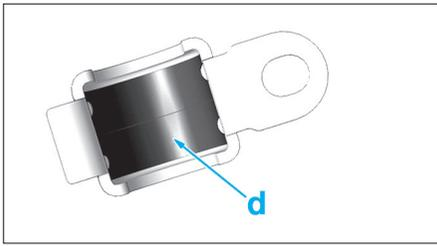

Fig. 19
- Appliquer de la pâte type "REMA PM600" où équivalent, puis aligner les méplats "a" et "d" afin de caler correctement le palier sur son support (Fig.19).